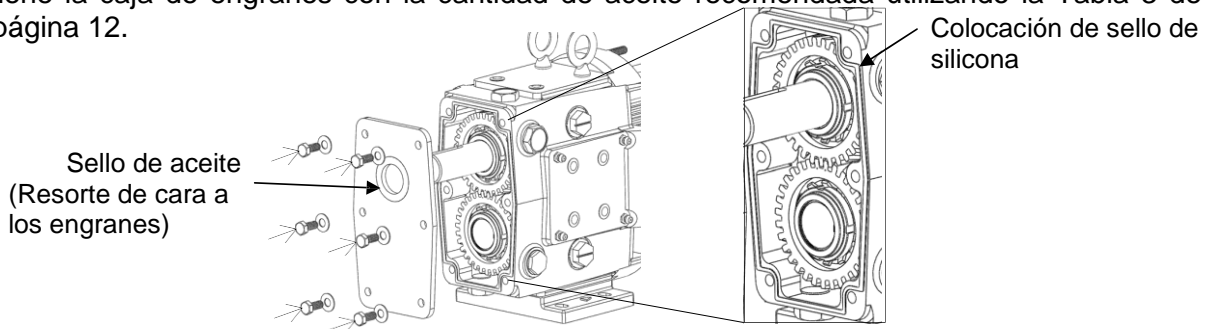

Figura 62: Instalar cubierta trasera de la caja de engranes
10) Aplique una ligera película de lubricante a los diámetros interior y exterior del sello de aceite de la cubierta de la caja de engranes. Con una prensa, instale el sello de aceite en la cubierta trasera para que esté al ras con el exterior de la cubierta trasera y el resorte esté orientado hacia los engranes. Aplique un sellador de silicona a los bordes de la parte posterior de la caja de engranes asegurándose de que no haya espacios. Deslice la cubierta trasera sobre la caja de engranes, asegurándose de que el eje esté centrado en el sello de aceite, y asegúrelo con los pernos de retención (Figura 62). No corte el sello de aceite en la ranura de la chaveta del eje; puede utilizar cinta adhesiva para cubrir bordes afilados del eje. Instale los tapones de aceite y llene la caja de engranes con la cantidad de aceite recomendada utilizando la Tabla 3 de la página 12.